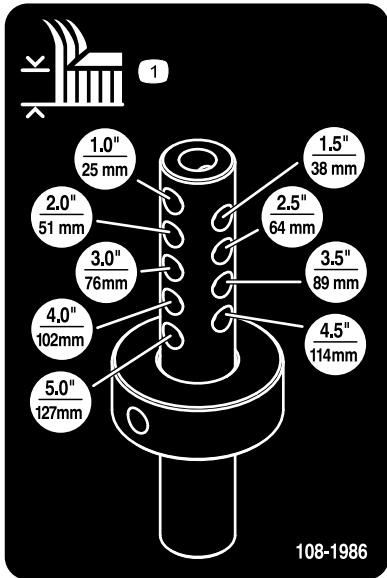

Figura 10
7. Alinee el collar de ajuste de la altura de corte con los taladros de ajuste de la altura de corte deseados de la varilla de ajuste de la altura de corte (Figura 10).